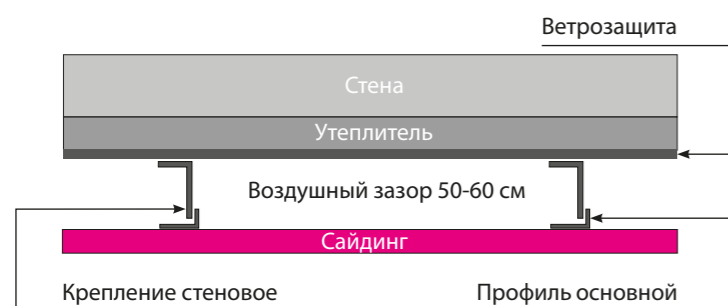

рис. 3
- ▷ смонтируйте обрешетку используя фасадную подсистему Grand Line® (рис. 3).